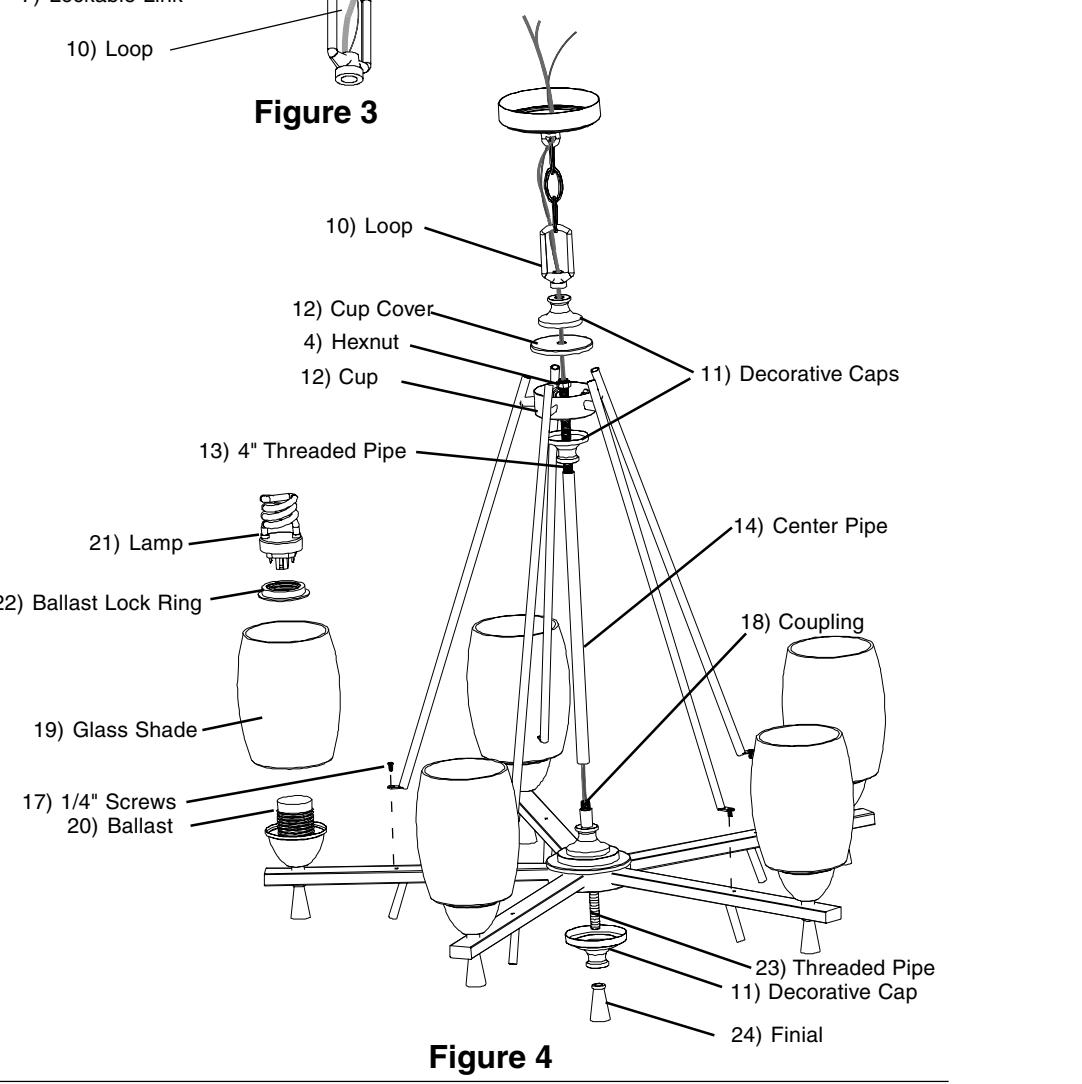

Figure 4
2. Thread Center Pipe (14) onto Coupling (18) in center cross of Chandelier. See Fig. 4.
4. Align Cup with Support Rods over 4" Threaded Pipe (13) and tighten Hexnut to secure. Secure Support Rods to arms of Chandelier by using five 1/4" Screws (17) installed in arms of Chandelier. Align Cup Cover (12), top Decorative Cap and Loop (10) and thread Loop (10) onto 4" Threaded Pipe. See Fig. 4.
5. Thread Decorative Cap (11) over Threaded Pipe (23) extending from bottom center of Chandelier and secure with Finial (24). See Fig. 4.
7. To determine desired length of chain use Lockable Link (7) and hook Chain temporarily to Loop (10). Hold fixture up to ceiling to determine desired length of Chain and remove links if needed. Note: Use pliers to remove links to adjust Chain to desired length or call Technical Support to purchase additional chain. Attach end link of Chain (9) to Loop (10) with Lockable Link (7). Route the ground & fixture supply wires through every fourth link of chain and through center of 1-1/2" Threaded Pipe (5) in Crossbar. Trim ground & fixture supply wires to extend approximately 6" beyond Threaded Pipe and strip 1/2" insulation from ends of wires. See Fig. 4.
11. Raise Canopy (8) up to ceiling and fully thread Canopy Nut (6) onto Canopy Loop (6).
12. Unscrew Ballast Lock Rings (22) from the Ballasts (20).
13. Place Glass Shades (19) over the Ballasts (20) and reinstall the Ballast Lock Rings (22).
14. Insert Lamps (21). See Fig. 4.
2. Enrosque el Tubo de Centro (14) en el Acoplador (18) en la cruz de centro de la Araña de Luces. Vea Fig. 4.
4. Alinee la Copa con las Varillas de Soporte sobre el Tubo Roscado de 4" (13) y apriete la Tuerca Hexagonal asegurándolos. Asegure las Varillas de Soporte a los brazos de la Araña de Luces usando cinco Tornillos de 1/4"(17) instalados en los brazos de la Araña de Luces. Alinee la Tapa de la Copa (12), la Tapa decorativa (10) de arriba y el Lazo y rosque el Lazo (10) en el Tubo Roscado de 4". Vea Fig. 4.
5. Rosque la Tapa Decorativa (11) sobre el Tubo Roscado (23) que extiende del centro del fondo de la Araña de Luces y asegúrela seguro con un Finial (24). Vea Fig. 4.
7. Para determinar la longitud deseada de la cadena use el Eslabón de Cerradura (7) y enganche la Cadena temporalmente al Lazo (10). Sostenga el luminario hasta el techo para determinar longitud deseada de la Cadena y si necesario, quite estabones. Nota: Use alicates para quitar los estabones y ajustar la Cadena a la longitud deseada o llame a Soporte Técnico para comprar cadena adicional. Sujete el eslabón final de la Cadena (9) al Lazo (10) con el Eslabón de Cerradura (7). Encamine los alambres de tierra y de suministro de electricidad del luminario a través cada cuarta eslabón de la cadena y por el centro del Tubo Roscado de 1-1/2" (5) en la Barra Transversal. Corte los alambres de hacer tierra y los de suministro electricidad del luminario para que extiendan aproximadamente 6" más allá de Tubo Roscado y quite 1/2" del material aislante del extremo de los alambres. Vea Fig. 4.
11. Levante el Espaciador de Sobrecielo (8) hasta el techo y totalmente enrosque la Tuerca del Espaciador de Sobrecielo (6) al Lazo del Espaciador de Sobrecielo (6).
12. Desenrosque los Anillos de Cerradura del Balasto (22) del Balasto (20).
13. Coloque las Pantallas de Cristal (19) sobre los Balastos (20) y instale de nuevo los Anillos de Cerradura del Balasto (22).
14. Inserte las Lámparas (21). Vea Fig. 4.